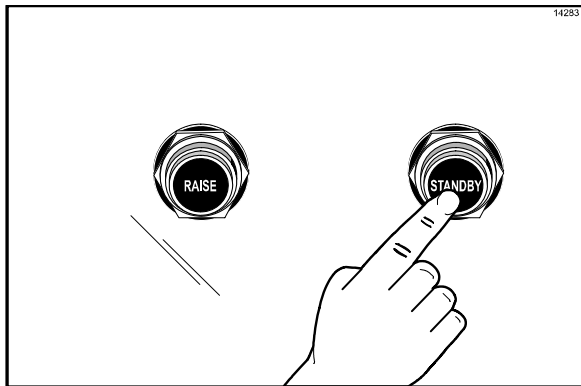

Abbildung 24
4. Zum Schließen der oberen Grillplatte auf den Standby-Knopf drücken. (Siehe Abbildung 24.)